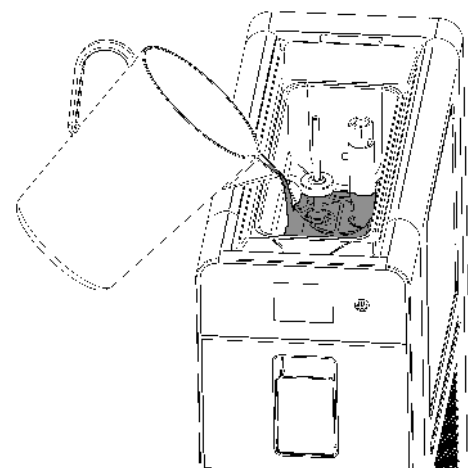

figure 4
**2** Verser la préparation dans le bac supérieur et attendre que le cylindre se remplisse. Le remplissage est terminé lorsqu'il n'y a plus de bulles d'air qui s'échappent par les trous pratiqués sur le tube de mélange. (voir figure 4)